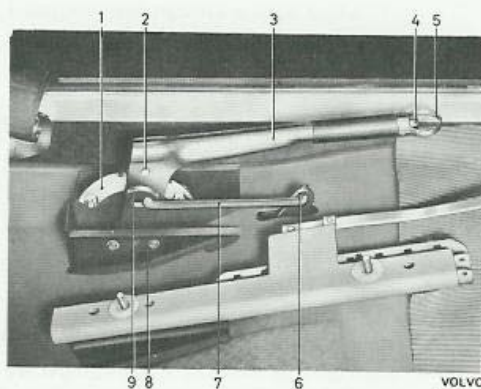

Bild 114. Bromsdetaljer, 1800
2. Ta bort saxpinnen och brickan vid axelns hävarm (6, bild 114). Vrid dragstången (7) så att den kan lossas från spaken. Demontera spärrsegmentet (1).
3. Skruva ur skruvarna för lagerfästet (8) och driv ut tapp och fäste. Lyft fram spaken (3).
2. Lossa parkeringsbromsen och koppla fr n dragst ngen (7, bild 114) fr n axelns h varm (6).